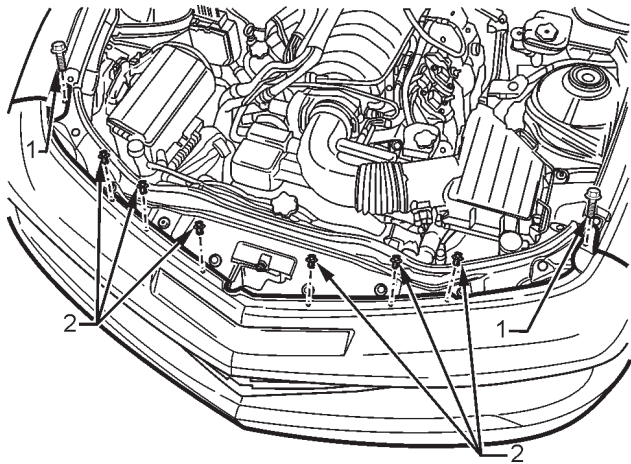

FIGURE 41
19. Depuis le dessous du capot, enlever les deux boulons (1) de chaque extrémité du carénage et les six rivets-vis (2) du long du rebord supérieur du carénage. Se reporter à la Figure 41.